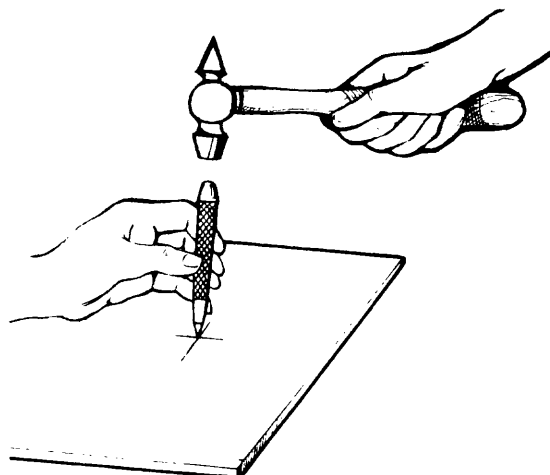

Fig. 3
- b Lleve el granete a la posición vertical y golpee levemente con el martillo (fig. 3).